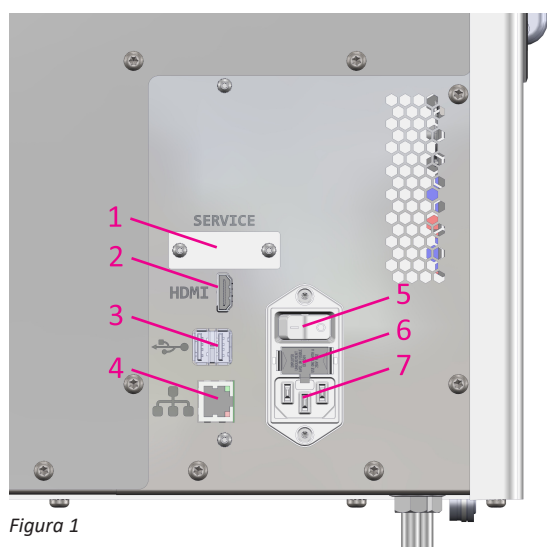
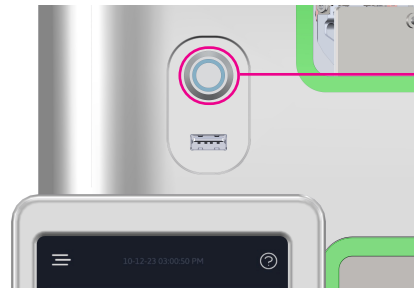

Figura 1
Figura 4
- Para ligar a unidade, coloque o interruptor de alimentação CA na parte traseira do dispositivo na posição Ligado (“I”) (Figura 1). Pressione o Botão de Alimentação iluminado (Figura 4) situado no Ecrã Tátil na parte frontal do dispositivo. O instrumento irá produzir um sinal sonoro audível, após o qual o instrumento não estará funcional durante o arranque do sistema operativo. O arranque pode demorar até 1 minuto. O dispositivo não aceitará amostras até que a temperatura dos componentes de medição tenha aquecido e estabilizado; o Ecrã Tátil indicará quando é que o analisador está pronto a ser utilizado.